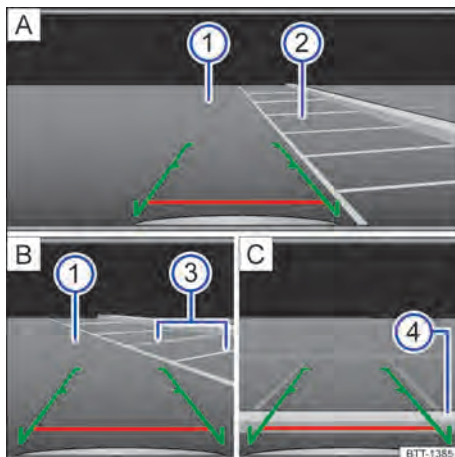

Fig. 107 Visualización del display del sistema de radio: estacionar con la cámara de marcha atrás.
Leyenda para fig. 107:
- Colocar el vehículo delante de la plaza de estacionamiento → fig. 107 (2) [A].
- Conducir hacia atrás lentamente y maniobrar de modo que las guías verdes laterales conduzcan entre la líneas de delimitación de la plaza de estacionamiento seleccionado (2) [A]. ▶
- Alinear el vehículo en la plaza de estacionamiento seleccionada de modo que las guías verdes laterales queden sobre las líneas de límite lateral ③ [B].
- Detener el vehículo cuando la línea roja alcance el límite trasero ④ [C].